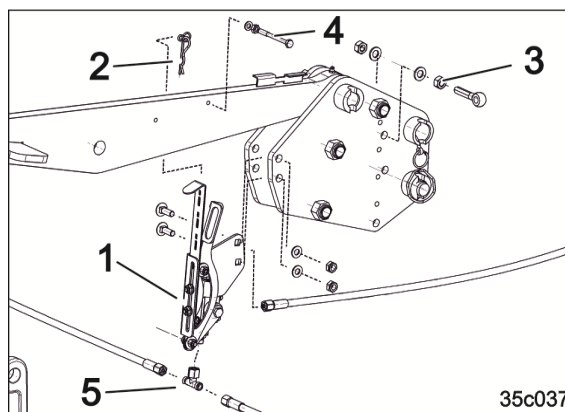

Fig. 89
6. Koble fra hydraulikkslangen på den monterte T-tilkoblingsdelen (Fig. 89/5).
7. Skru på den formonterte ventilholderen (Fig. 89/1).
8. Forbind hydraulikkslangene med den T-koblingsdelen på ventilen (Fig. 89/5).
9. Fest den hvite trekk-snoren med maljene på fangkroken (Fig. 89/2).
10. Monter øyebolten som snorføring (Fig. 89/3).
11. Monter driftsskruen på toppstaget (Fig. 89/4).